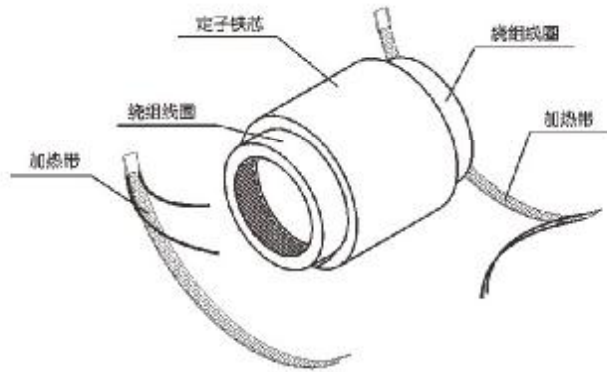
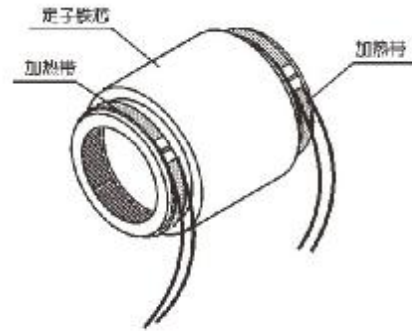

图 1
图 2
- * 围绕定子不重叠，用聚酯带绑扎，其引线固定在接线盒内，最后同电机线圈一起真空浸漆烘干完成（见图1和图2）。